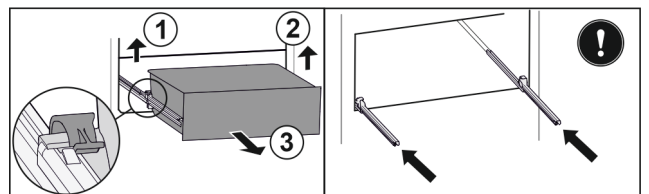

Fig. 26
- ▶ Linker klem optillen en gelijktijdig de lade links naar voren trekken Fig. 26 (1).
- ▶ Rechter klem optillen en gelijktijdig de lade rechts naar voren trekken Fig. 26 (2).
- ▶ Lade er naar voren uitnemen Fig. 26 (3).